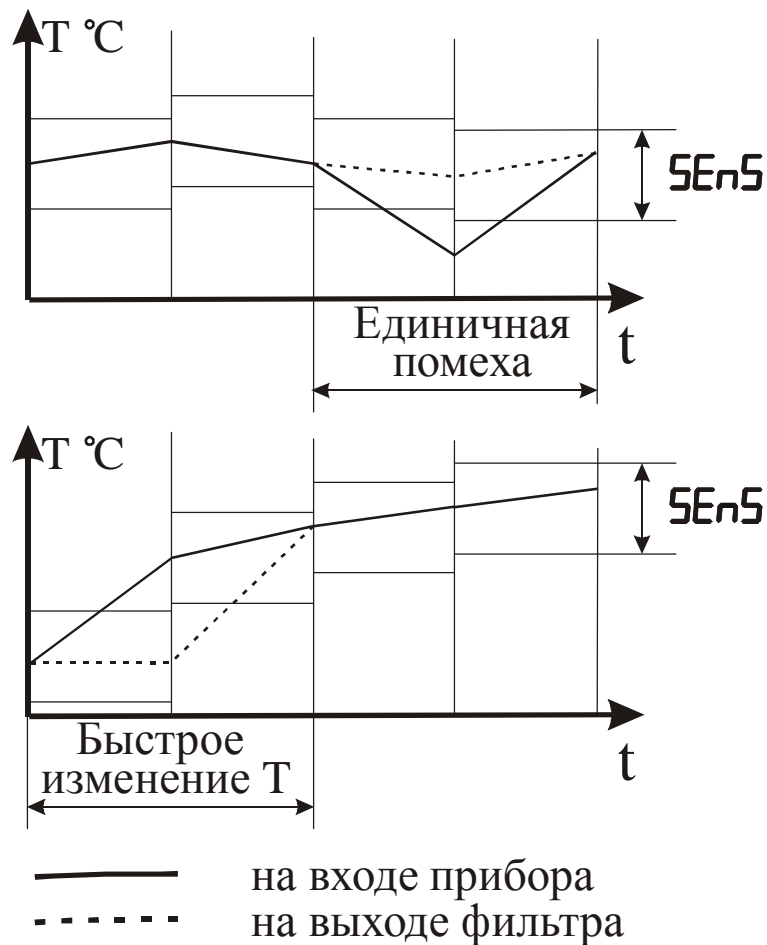

Рисунок 3.10 – Работа фильтра при воздействии случайной помехи и быстром изменении сигнала
3.3.3.9 С целью уменьшения влияния случайных импульсных помех на показания в прибор введена цифровая фильтрация. Работа фильтра описывается параметром “Полоса фильтра”. Если текущее значение температуры отличается от результатов предыдущего измерения на значение, которое превышает указанное в параметре “Полоса фильтра”, то проводится повторное измерение температуры, а на индикаторе остается старое значение (см. рисунок 3.10). О повторном измерении свидетельствует мигание светодиода “К” по соответствующему каналу.